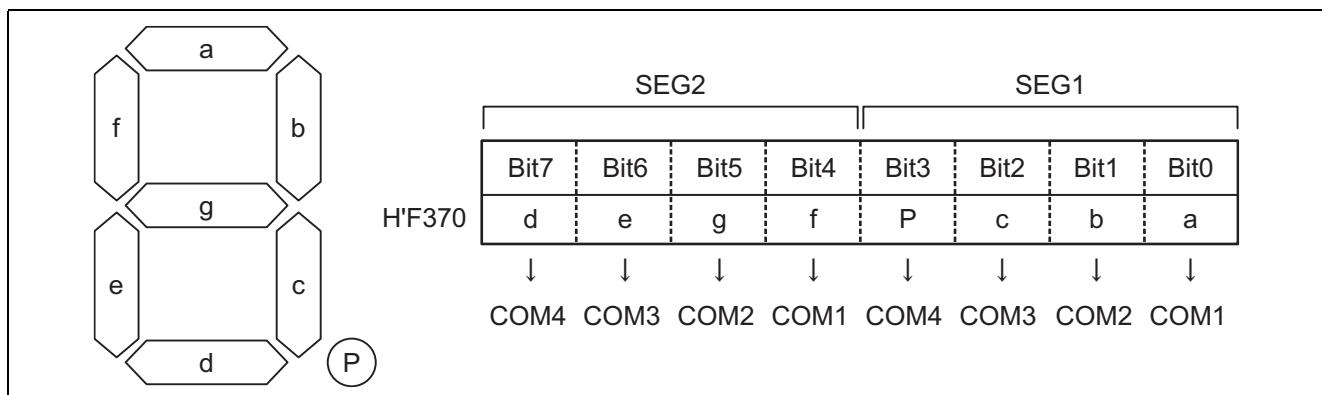

図 6 LCD の表示 / 非表示と対応する LCDRAM 設定値の関係
(5) LCD パネルの SEG1, SEG2 に対応する LCDRAM の関係を図 6 に示します。図 6 に示すように a ~ g, P に対応する LCDRAM のビットに "1" をセットすると LCD は表示, "0" にクリアすると LCD は非表示します。